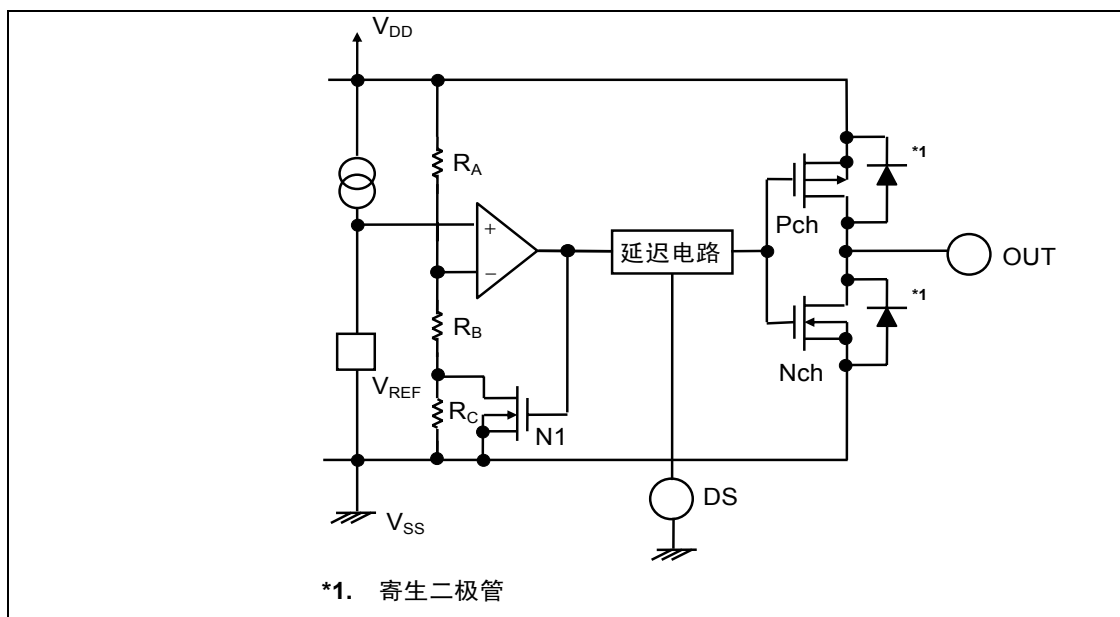
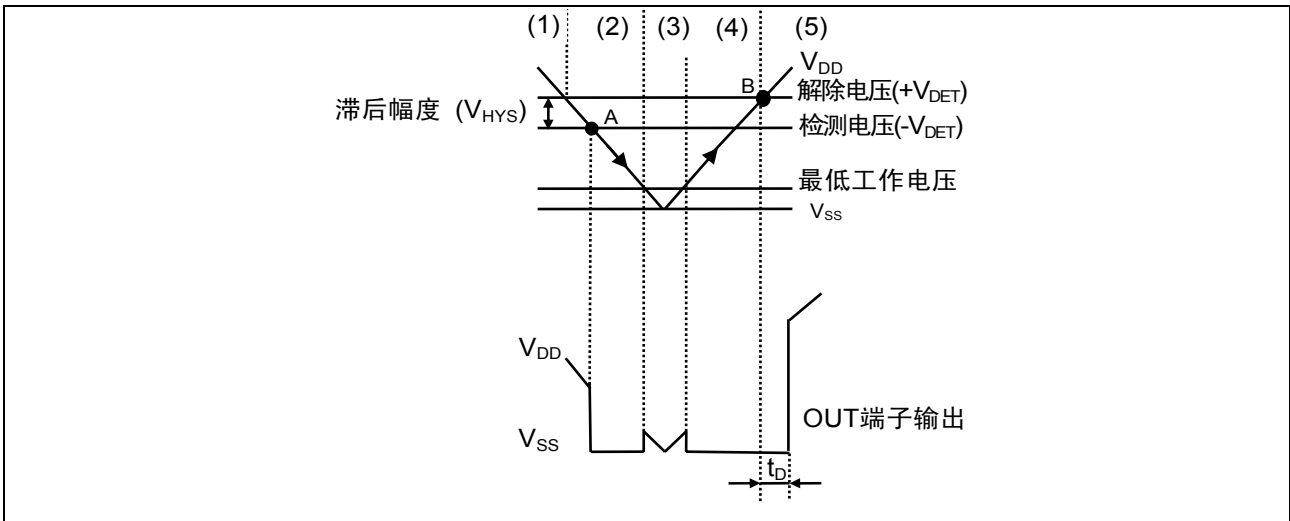

图9 工作说明图1
图10 工作说明图2
- 1-1. 电源电压 (V_{DD})在解除电压($+V_{DET}$)以上时, N沟道晶体管变为OFF, P沟道晶体管变为ON, V_{DD} 被输出(High被输出)。此时, 图9的N沟道晶体管N1为OFF状态, 往比较器输入的输入电压变为 $\frac{(R_B + R_C) \cdot V_{DD}}{R_A + R_B + R_C}$ 。
- 1-2. V_{DD} 即使降低到 $+V_{DET}$ 以下, 只要在检测电压($-V_{DET}$)以上 V_{DD} 也能被输出。 V_{DD} 变为 $-V_{DET}$ (图10的A点)以下时, 输出方的N沟道晶体管变为ON, P沟道晶体管变为OFF, V_{SS} 被输出。此时, 图9的N沟道晶体管N1变为ON状态, 往比较器输入的输入电压变为 $\frac{R_B \cdot V_{DD}}{R_A + R_B}$ 。
- 1-5. 再继续使 V_{DD} 上升到 $+V_{DET}$ (图10的B点)以上时, N沟道晶体管变为OFF, P沟道晶体管变为ON, V_{DD} 被输出。此时, OUT端子通过延迟电路只延迟 t_D 时间而输出 V_{DD} 。
延迟电路在电源电压(V_{DD})开始上升, V_{DD} 的电压比变为解除电压($+V_{DET}$)时, 输出更延迟的输出信号到OUT端子。另外, V_{DD} 下降到检测电压($-V_{DET}$)以下时, 输出信号不被延迟(参阅图10)。延迟时间(t_D)为由内置的时钟发生电路和计数器而决定的固定值。
滞后幅度表示检测电压与解除电压之间的电压差(图10中B点的电压-A点的电压= V_{HYS})。通过在检测电压与解除电压之间带有滞后幅度,可以防止在因噪声等侵入输入电压时而产生的误工作。